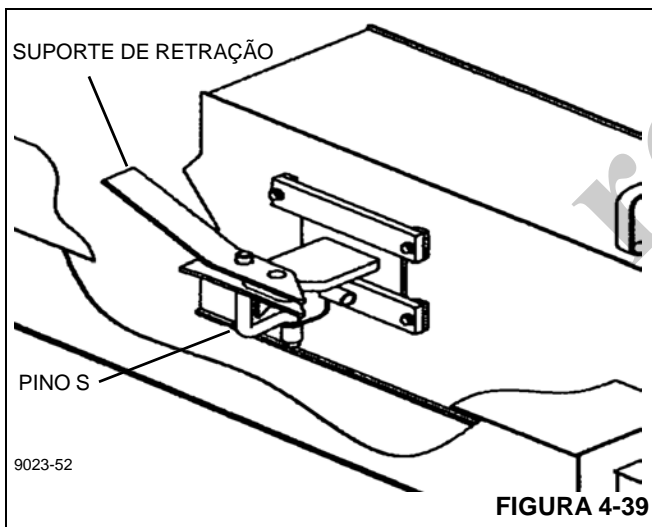

FIGURA 4-39
É extremamente importante para a segurança do operador do guindaste e de todas as outras pessoas trabalhando próximo do guindaste que a extensão da lança do jib esteja fixada corretamente ao suporte de retração do jib (Figura 4-39) e à extremidade da lança principal.
5. Com o jib fixado à cabeça da polia, gire o jib paralelo à lança e fixe-o ao suporte de retração do jib (Figura 4-39).